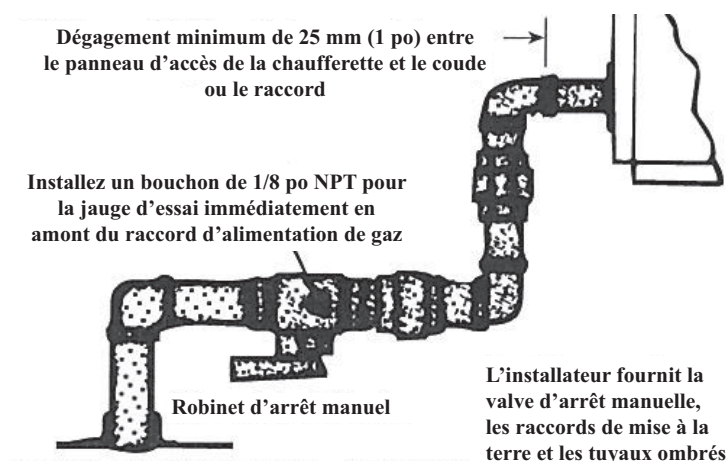
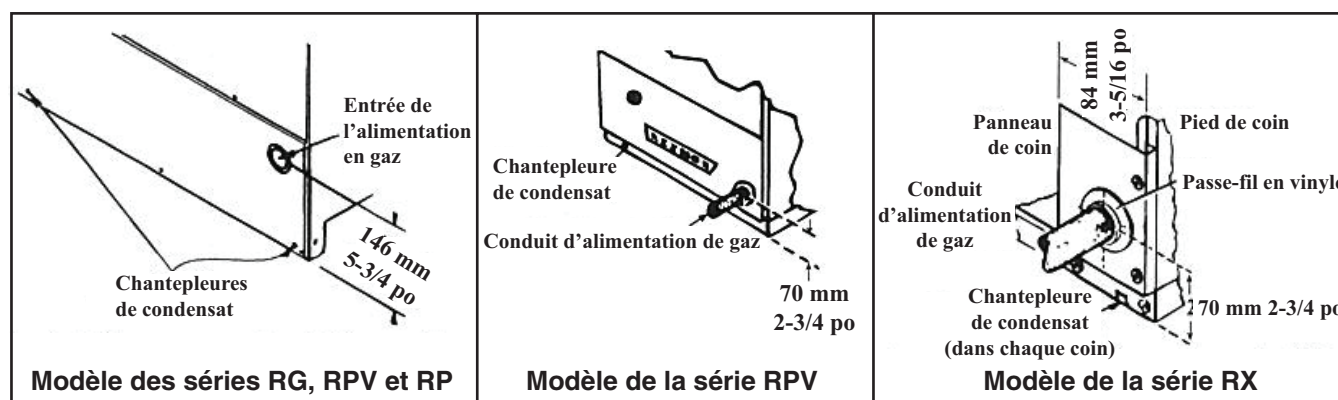

Figure 15. Raccordement de la tuyauterie de gaz
Figure 16. Emplacement de raccords de gaz
- Installez un raccord à joint rodé et une soupape d'arrêt manuelle (voir Figure 15) en amont du système de commande de l'appareil. Le branchement bouché de 1/8 pouce dans la soupape d'arrêt permet un branchement pour l'essai de pression du conduit d'alimentation. Le National Fuel Gas Code requiert l'installation d'un piège avec un point de purge de 3 pouces (minimum). Les codes locaux peuvent exiger un point de purge de plus de 3 pouces (typiquement 6 pouces).
- Le raccord de gaz (et non pas la taille du conduit d'alimentation en gaz) vers un robinet mono-étage (voir Figure 15 et Figure 16) est de 1/2 pouce pour le gaz propane. Pour le gaz naturel, le raccord est de 1/2 pouce pour les appareils de taille 75 à 250 et de 3/4 pouce pour les appareils de taille 300 à 400.
- Installez la canalisation d'alimentation en gaz (voir Figure 16) de façon à ce qu'une fois le raccord débranché, le conduit d'alimentation ne nuise pas au démontage de la grille du brûleur, celle-ci se glissant hors de la fournaise par le côté de commande.